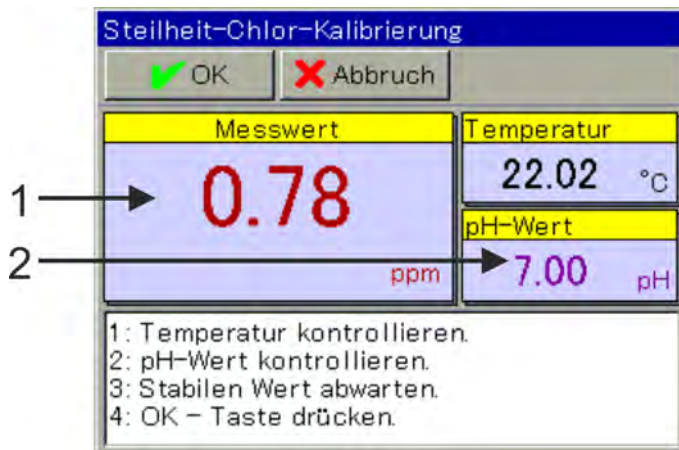

Abb. 85: Steilheit-Chlor-Kalibrierung: pH-Wert-Eingabe
3. Überprüfen Sie die angezeigten Werte der Einflussgrößen pH-Wert und Temperatur. Für beide Einflussgrößen können unabhängig voneinander automatische Erfassungen in den Kalibriervoreinstellungen konfiguriert werden. Bei automatischer Erfassung wird die jeweilige Einflussgröße nur angezeigt und kann hier nicht mehr verändert werden. Ohne automatische Erfassung muss die jeweilige Einflussgröße hier manuell eingegeben werden. Siehe Abb. 85 . Warten Sie eine stabile Messwertanzeige ab und überprüfen Sie den gezeigten pH-Wert. Drücken Sie „OK“.